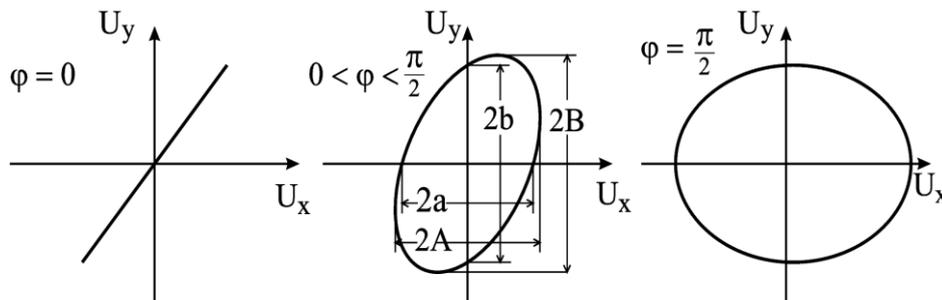

Bild 7: Lissajous-Figuren für gleiche Frequenzen  $\omega_1 = \omega_2$ .
- a) Die Frequenzen beider Spannungen sind gleich ( $\omega_1 = \omega_2$ ). Es entsteht eine Ellipse, deren Form und Lage vom Spannungsverhältnis und der Phasendifferenz  $\varphi$  abhängig ist. Für  $\varphi = 0$  entartet die Ellipse zu einer Geraden, für  $\varphi = \pi/2$  ergibt sich eine Ellipse in Hauptachsenlage. Für andere Phasenverschiebungen sind die Hauptachsen der Ellipse gegen die X- bzw. Y-Achse geneigt (Bild 7). Aus der Lage und der Form der Ellipse kann man deshalb Aussagen über die Phasenverschiebung gewinnen.
Das Oszilloskop wird im X-Y-Betrieb belassen. Der Bildschirm zeigt als Lissajous-Figur eine Ellipse. Zur Bestimmung der Phasendifferenz aus der Lissajous-Figur gehen wir vom Bild 7 aus. Beim Durchlaufen des Leuchtpunktes  $b$  gilt: